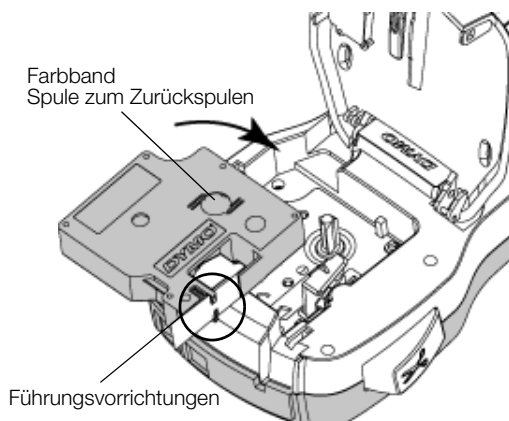

Abbildung 5
- 2 Prüfen Sie, ob Etiketten- und Farbband an der Kassettenöffnung straff gespannt sind und ob das Etikettenband zwischen den Spurführungen durchläuft (siehe Abbildung 5).